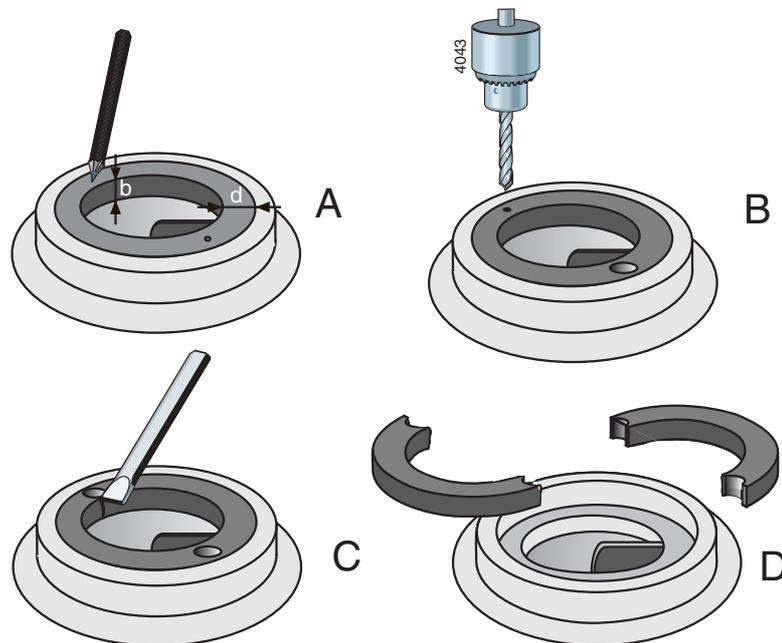

Abbildung 5: Entfernen des Spaltrings.
- 1 Die Dicke (d) und Breite (b) des Ringes messen, siehe Abbildung 5 A.
- 2 An zwei einander gegenüberliegenden Stellen mitten in den Rand des Ringes ein kleines Zentrierloch schlagen, siehe Abbildung 5 B.
- 3 Mit einem Bohrer mit einem etwas kleineren Durchmesser als die Dicke (d) des Ringes zwei Löcher in den Ring bohren, siehe Abbildung 5 C. Nicht tiefer ausbohren als die Breite (b) des Ringes. Achten Sie darauf, dass der Passrand des Pumpengehäuses nicht beschädigt wird.
- 4 Danach mit einem Meißel die restliche Ringdicke durchschlagen. Der Ring kann jetzt in zwei Teilen aus dem Pumpengehäuse herausgenommen werden, siehe Abbildung 5 D.